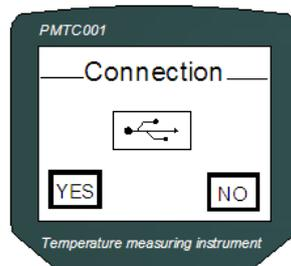

图 8 上传数据界面
如图 10 所示为软件使用界面，点击图 10 序号①，打开串口，然后在序号②选择串口号；点击序号③上传数据，手持仪会出现如图 8 的上传数据界面；点击序号④电脑会自动把上传数据转换成 Excel 文档。